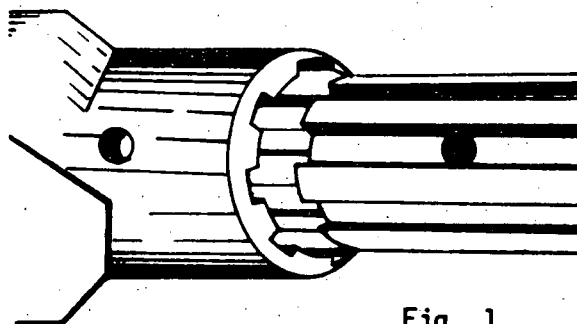

Fig. 1
- b Acople o eixo cardan ao eixo de tomada de força, fazendo coincidir as estrias e os orifícios (fig. 1).